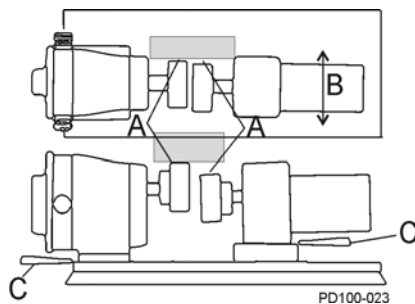

Figura 20 - Verifique o alinhamento paralelo
2. Usando um calibrador de folgas no local "A" em Figura 20, determine a direção e a quantidade de movimento necessário (Figura 20, item B).